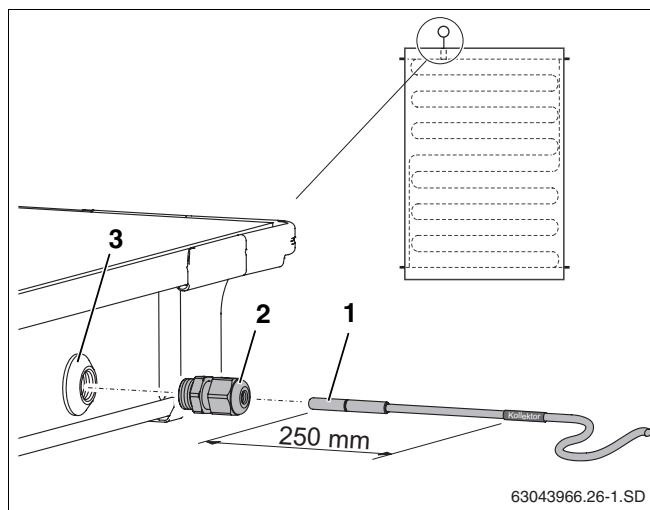

Fig. 51 Introduzir o sensor do colector no colector
Para um funcionamento sem problemas da instalação solar é necessário que o sensor do colector (fig. 51, **item 1**) seja introduzido até ao batente (corresponde a aprox. 250 mm) no tubo guia do sensor.
- ▶ Perfurar a camada de revestimento da passagem do sensor com o sensor do colector ou a chave de parafusos (fig. 51, **item 3**).
- ▶ Apertar a união roscada de aperto (fig. 51, **item 2**) à passagem do sensor.
- ▶ Apertar a união roscada de aperto (fig. 51, **item 2**), se necessário, encostar.
Caso tenha perfurado a passagem do sensor (fig. 51, **item 3**) de um colector errado, esta deve ser vedada com o tampão do conjunto de ligação. Antes disso, deverá, com a ajuda de uma união roscada de cabo (fig. 51, **item 2**) retirar a porca que se encontra na passagem do sensor.